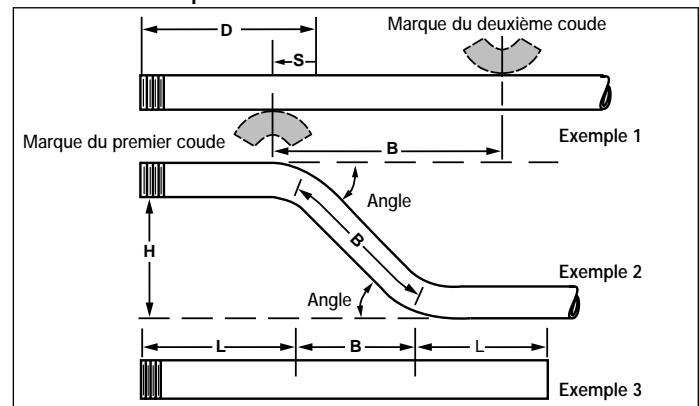

Figure 7
3. Marquer la deuxième mesure de cintrage (**B**) sur le tuyau, comme illustré (Figure 7, Exemple 1).